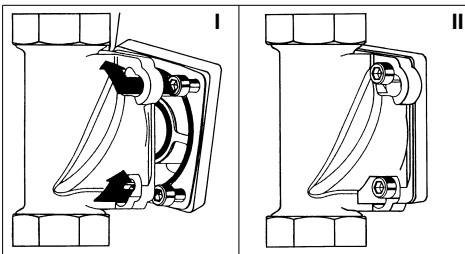

Abb. 6: Einbaudrehflansch mit Bajonett
- An den Einbaudrehflansch so ansetzen, dass die vier Schraubenköpfe durch die Bajonettbohrungen hindurch gehen (siehe Abb. 6 I).
- Die Kalkschutzanlage ca. 30° im Uhrzeigersinn zurückschwenken und die vier Innensechskantschrauben festziehen (siehe Abb. 6 II).
- Die Kalkschutzanlage so an den mit „G“ (Gerät) gekennzeichneten Flansch des Umgehungsventils ansetzen, dass die Schraubenköpfe durch die Bajonettbohrungen hindurchgehen (siehe Abb. 6 I).
- Die vier Innensechskantschrauben M6 fest anziehen (siehe Abb. 6 II).